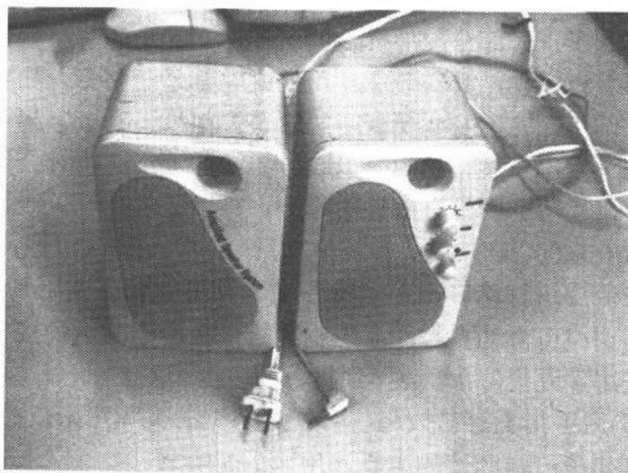

图 1-14 音箱及接头
8. 音箱插座：为单孔插座，由声卡所提供。在将音箱线插入此插座时，若只插一半进去，可能导致两个音箱只有一个有声音。如图 1-14 所示。